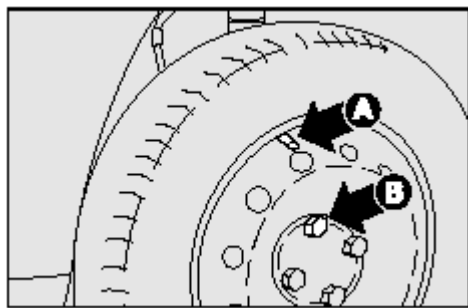

рис. 11
□ Установите запасное колесо, вставив первый болт **В** – рис. 11 и закрутив его на два оборота в отверстие колеса рядом с клапаном наддува **А**;